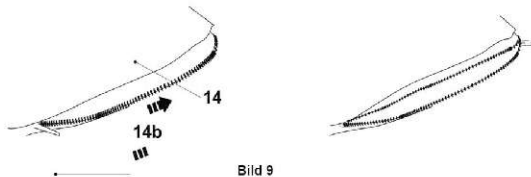

Bild 9
- Öppna dragkedjan (14b) och töm avfallet i soporna (bild 9).